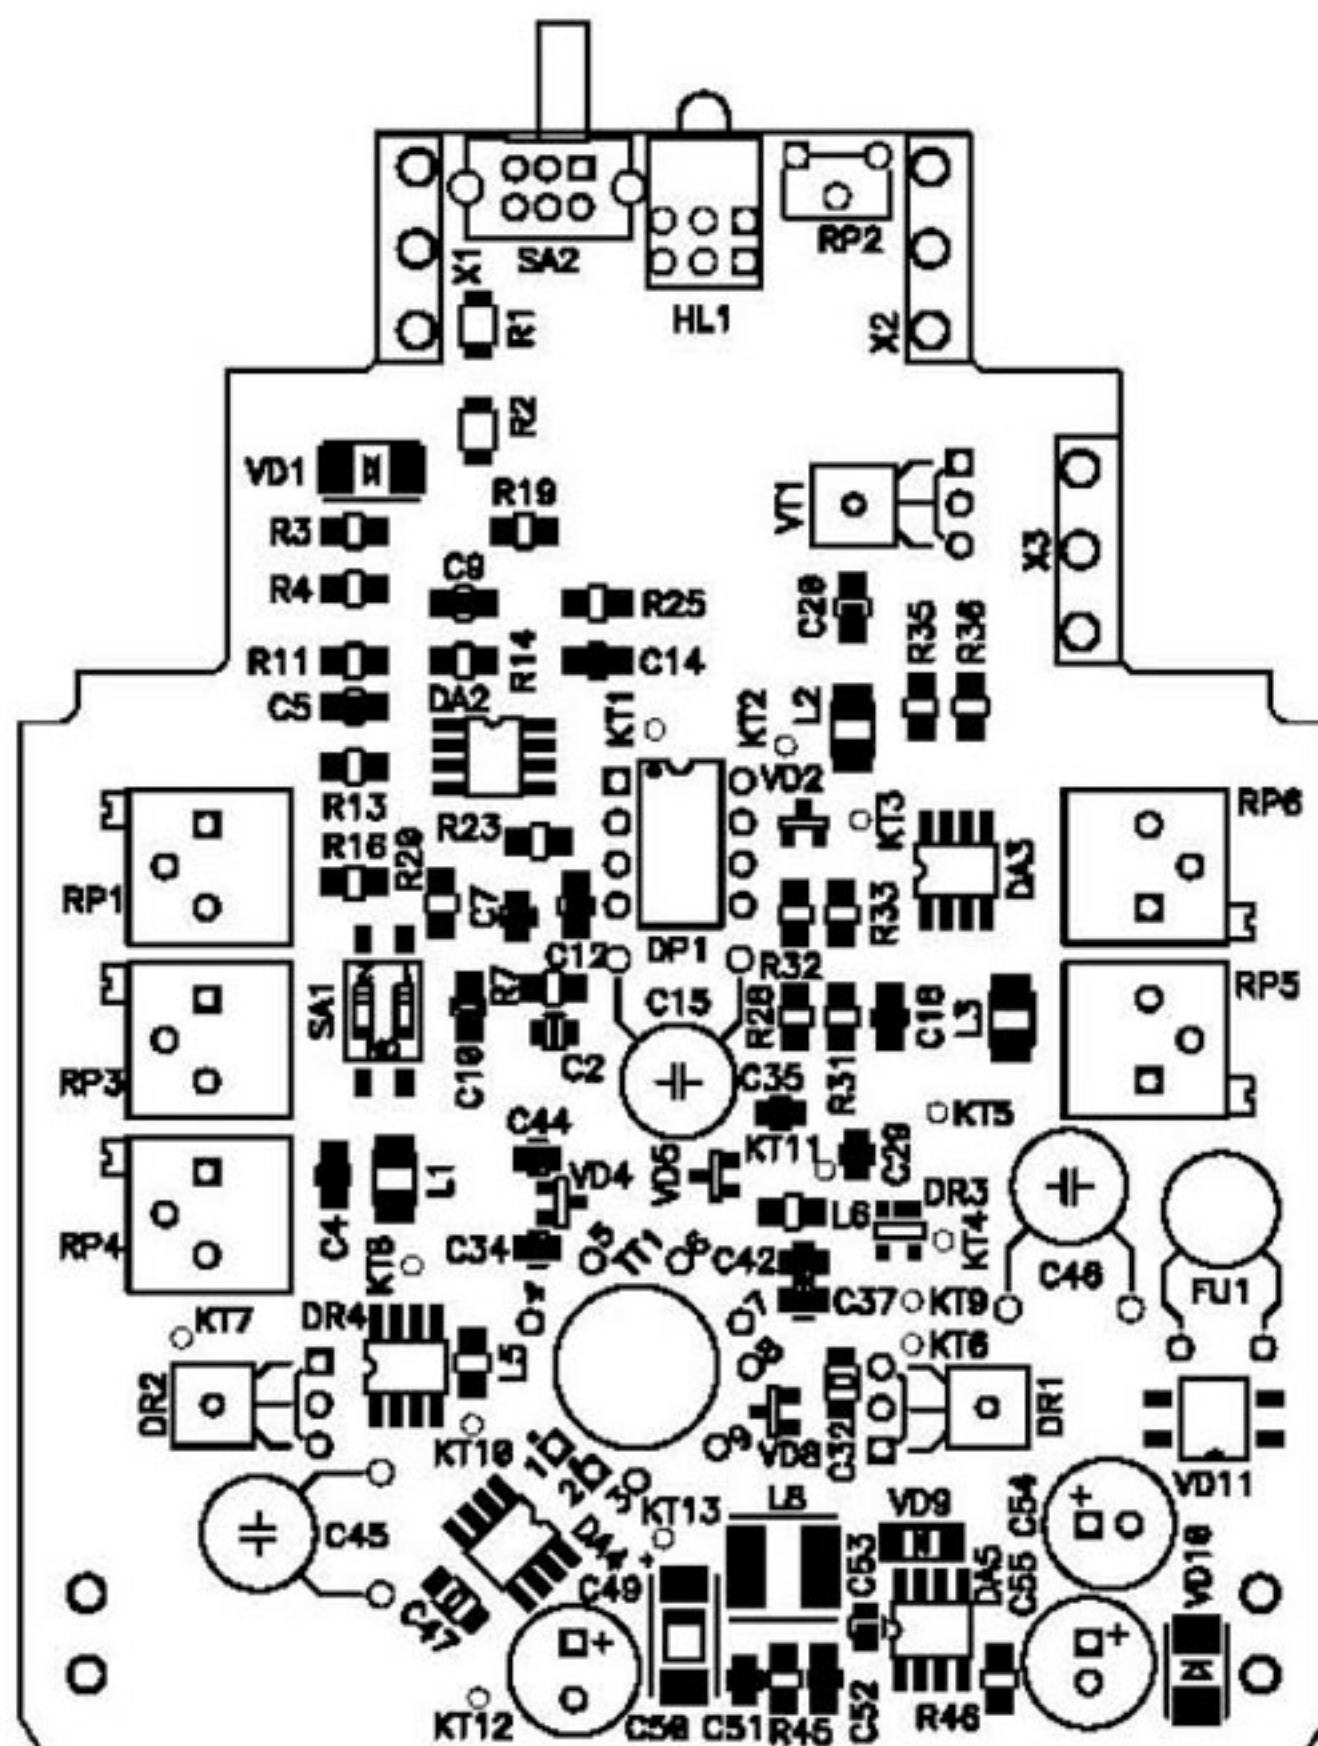

Рис. 4.3 Расположение регулировок на плате преобразователя
- 4.15 Расположение регулировок на плате преобразователя представлено на рис. 4.3. Описание регулировок представлено в таблице 4.2.